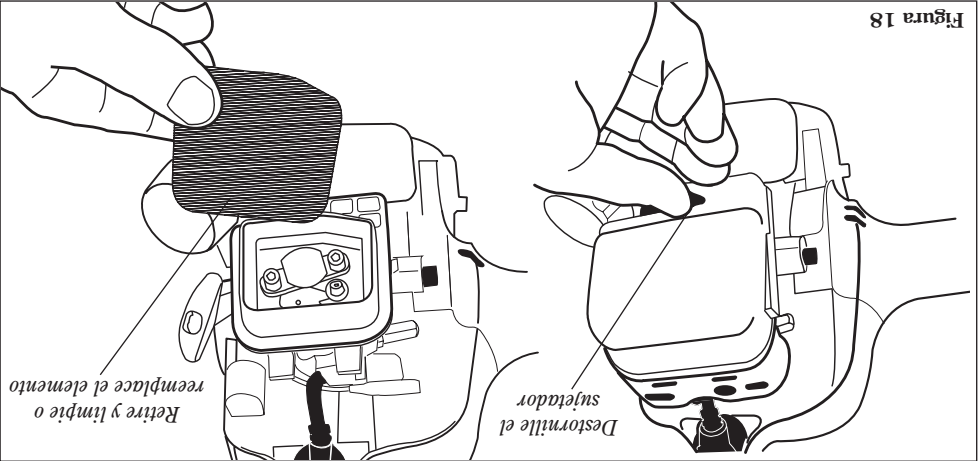

Figura 18
- Retire el elemento del filtro de aire. (más frecuentemente bajo condiciones sucias o polvorrientas): Consulte la figura 18. Limpie o reemplace como sea necesario. Para lavar el elemento: Lávelo meticulosamente con agua y jabón. Deje que seque antes de reinstalarlo.